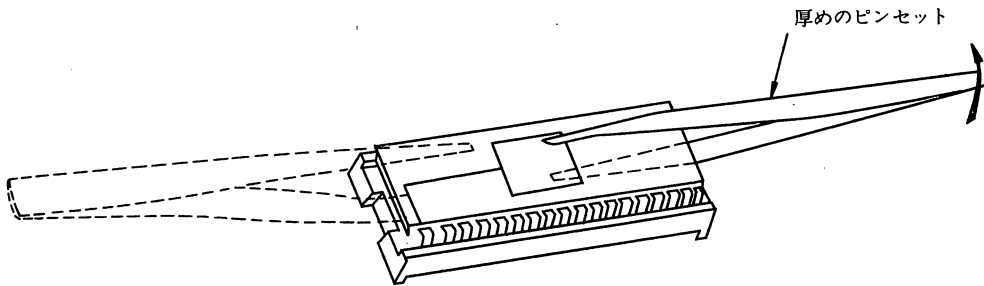

図 7.4 L S I の抜去
- (6) L S I / I O をソケットから抜くときは図 7.4 のような操作を L S I の両端よりくり返しておこない平均に抜き取るようにします。また L S I をソケットから抜くのは極力避けて下さい。